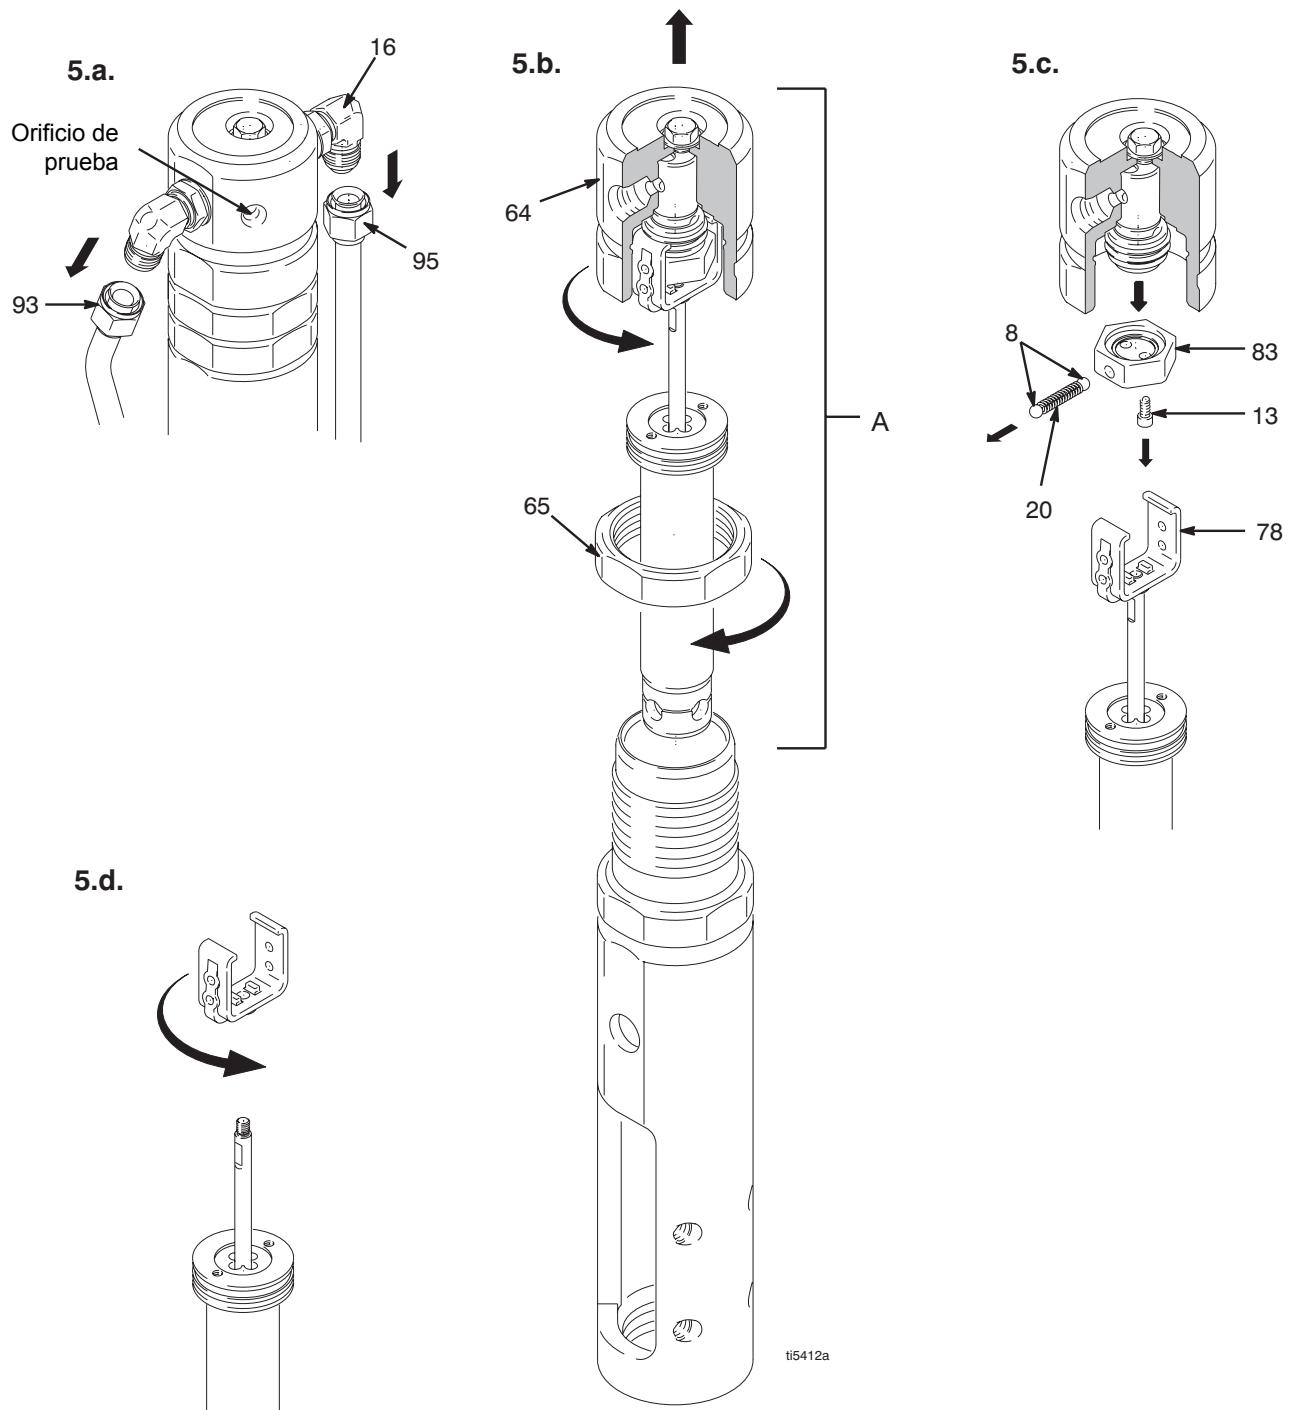

FIG. 5
2. Retire el pasador de la bomba (92) y el clip de retención (120), página 15.
3. Fig. 5. Retire las líneas hidráulicas (93, 95) de los racores (16) de la parte superior izquierda y derecha del motor hidráulico.
4. Afloje la contratuerca (65).
5. Desenrosque y retire la tapa del motor hidráulico (64).
6. Deslice el conjunto de la tapa del eje del pistón/motor hidráulico (A) del cilindro del motor hidráulico.
7. Retire la horquilla (78).
- a. Fig. 5. Sujete la tapa del motor hidráulico en un torno de banco, con el eje del pistón del motor hidráulico dirigido hacia arriba.
- b. Utilice una llave Allen acortada para retirar los dos tornillos (13) del retén del muelle (83). Retire la horquilla, el retén del muelle, el pistón y el conjunto de la varilla de disparo de la tapa del motor hidráulico.
1. Fig. 5. Coloque la tapa del motor hidráulico (64) en un torno de banco.
2. Instale la horquilla, el retén del muelle, el pistón y el conjunto de la varilla de disparo en la tapa del motor hidráulico. Utilice una llave Allen acortada para instalar los dos tornillos (13) en el retén del muelle para sujetar el conjunto del eje del pistón a la tapa del motor hidráulico.
3. Deslice el conjunto del eje del pistón (A) en el cilindro del motor hidráulico (67).
4. Enrosque la tapa del motor hidráulico (64). Desenrosque la tapa del motor hidráulico hasta que la entrada y la salida estén alineadas con los racores de la línea hidráulica y hasta que el orificio de prueba de la tapa del motor hidráulico esté dirigido hacia la protección de la correa (117).
5. Apriete la contratuerca (65) contra la tapa del motor hidráulico (64) a un par de 150 ft-lb (17 N·m).
6. Fig. 5. Instale las líneas hidráulicas (93, 95) en los racores (16) del lado superior izquierdo o derecho del motor hidráulico; apriete a un par de 40 ft-lb (54,2 N·m).
7. Tire lentamente de la cuerda de arranque para alinear los orificios del pasador del motor hidráulico y de la base de bomba (111). Conecte con el pasador de la bomba (92); instale el clip del retén (120), página 15.